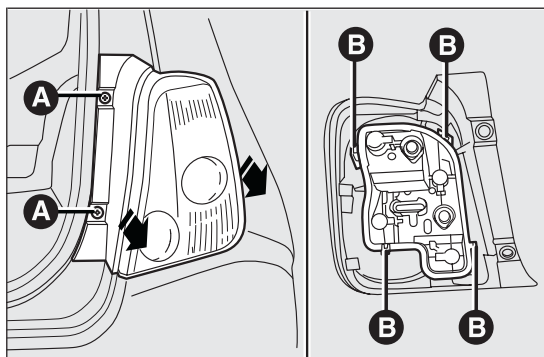

Abb. 115
- ☐ Die beiden Befestigungsschrauben A Abb. 115 lösen und die Scheinwerfergruppe axial herausziehen, ohne diese zu drehen;
- ☐ Den Lampensockel aus dem Sitz entfernen, nachdem man ihn von den Halteflügeln B Abb. 115 gelöst hat;